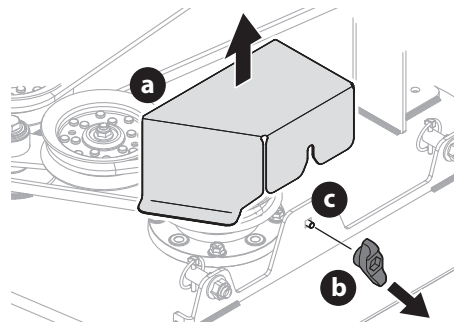
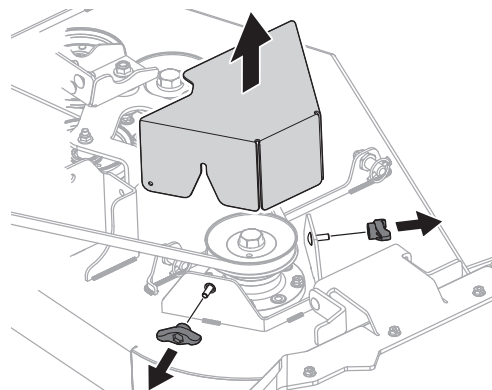

Fig. 17
Fig. 18
- Nettoyez le dessus du plateau de coupe, sous les couvercles de la fusée et la zone des courroies (Fig. 17 et Fig. 18).